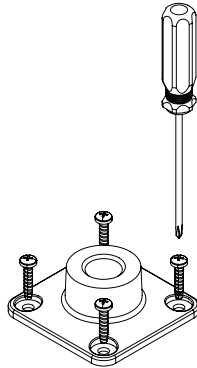

Abbildung 2
1. Verwende vier Holzschrauben (nicht im Lieferumfang enthalten), um die Montagehalterung an einer beliebigen Holzoberfläche zu befestigen. Verwende bei der Montage auf anderen Materialien außer Holz Schrauben und Dübel (nicht im Lieferumfang enthalten), die für das Material geeignet sind (siehe Abbildung 2).